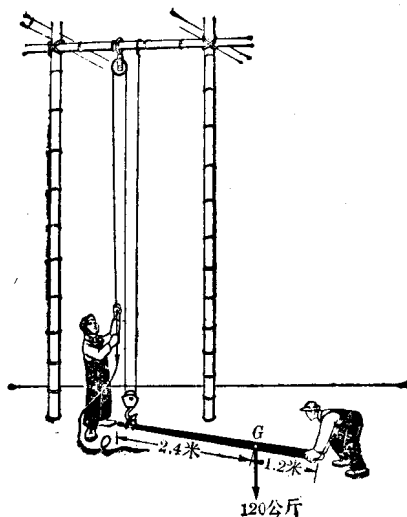

图 4.15
习题 4.7 在工地上需要将重 120 公斤的木材竖立起来,使用了简单滑轮装置如图 4.15 所示。假设木材全长 3.6 米,而重心距粗端 1.2 米。假设不考虑滑轮装置的无用阻力,问: (1) 如果将木材粗端着地,起重细端时拉力多大? (2) 假设木材与泥地间的滑动摩擦系数 μ 为 0.3,在起重过程中,不断将木材粗端向前推所用的推力有多大?